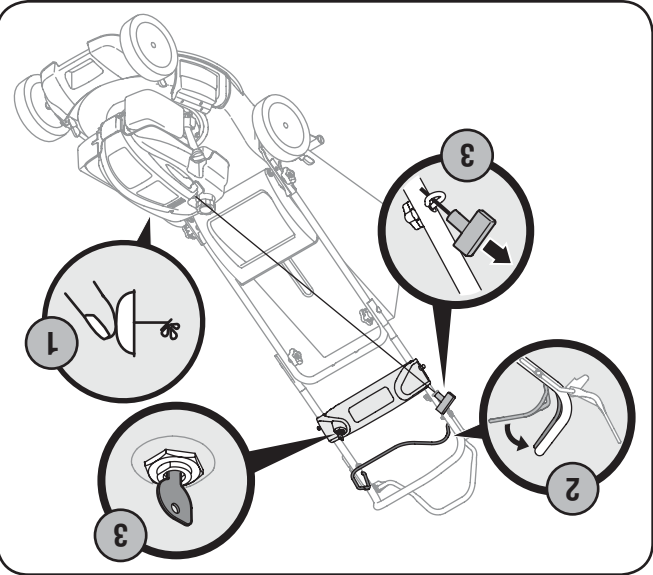

Figure 5-1
1. Appuyez 3 fois sur l'amorceur. Attendez environ 2 secondes entre chaque pression. Voir la Fig. 5-1. Si la température est inférieure à 10° (50°F), appuyez 5 fois. Lorsque le moteur est chaud, une seule pression peut être suffisante, quelle que soit la température.
3. **Démarrage à l'ancure :** Tirez sur la poignée du démarreur jusqu'à ce que vous sentiez une légère résistance, puis tirez plus rapidement pour surmonter la compression, empêcher le recul et faire démarrer le moteur. Répétez au besoin. Voir la Fig. 5-1.